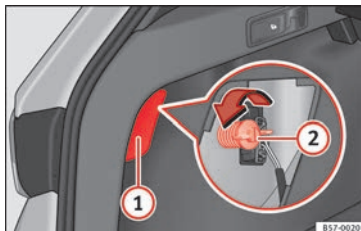

Fig. 108 Bagagliaio: accesso alla vite di fissaggio del fanale di coda.
- Estrarre il coperchio facendo leva sulla rientranza con l'estremità piatta di un cacciavite » **fig. 108 ①**.
- Svitare con la mano, o tramite un cacciavite, la vite di fissaggio del fanale » **fig. 108 ②**.